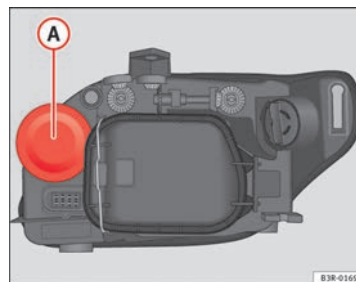

Fig. 202 Lámpara luz intermitente
- Extraiga la tapa de goma ⇒ fig. 202 tirando de ella.